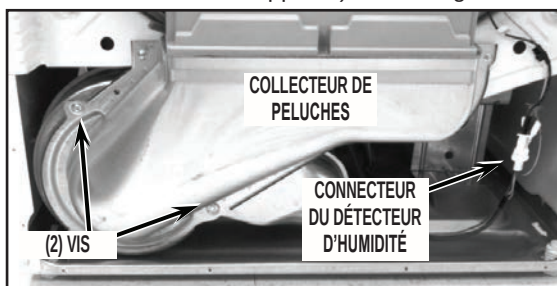

FIGURE 6
7. Débrancher le connecteur du détecteur d'humidité (angle inférieur/avant/droit de l'appareil). Voir la Figure 6.
8. Ôter les deux (2) vis inférieures du collecteur de peluches. Voir la Figure 6.